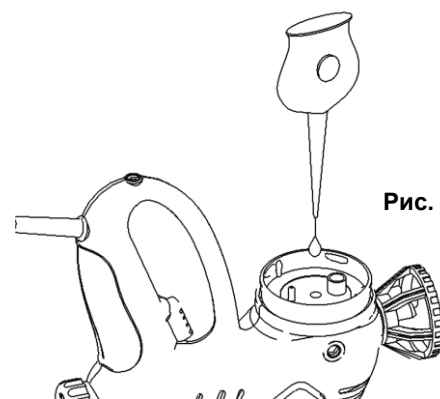

Рис. 6
- После переверните краскораспылитель и смажьте его поршень и цилиндр, капнув пару капель машинного масла в два отверстия в корпусе (См. Рис.6).